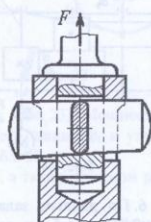

Рис. 27
2. Рассчитать клиновое соединение (рис. 27). Сила F , действующая на шток, приведена в табл. 27. Характер нагрузки – знакопеременный.